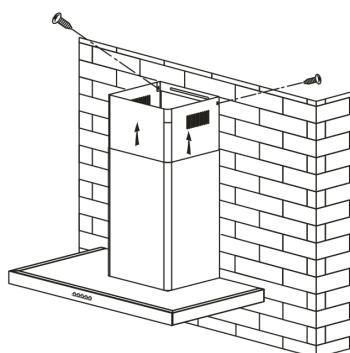

fig. 6
- Sollevare la canna fumaria superiore fino al limite massimo e fissarla alla forcella con l'aiuto delle viti. (fig. 6).